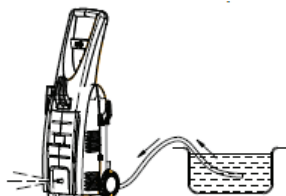

рис. 4
- Если по истечении этого времени через отверстия для выхода не пойдет вода (рис.4), выключите мойку и вновь погрузите шланг в воду.